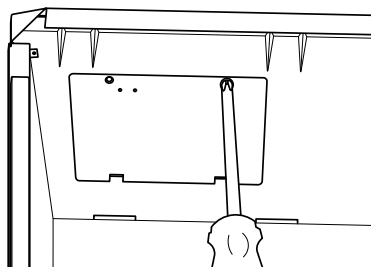

Figura 2 - Retire la cubierta del panel de aislamiento térmico
2. Afloje los dos tornillos de la cubierta paneles de aislamiento térmico (consulte figura 2).
6. Reinstale la cubierta del panel de instalación de calor con 2 tornillos (consulte Figura 2).